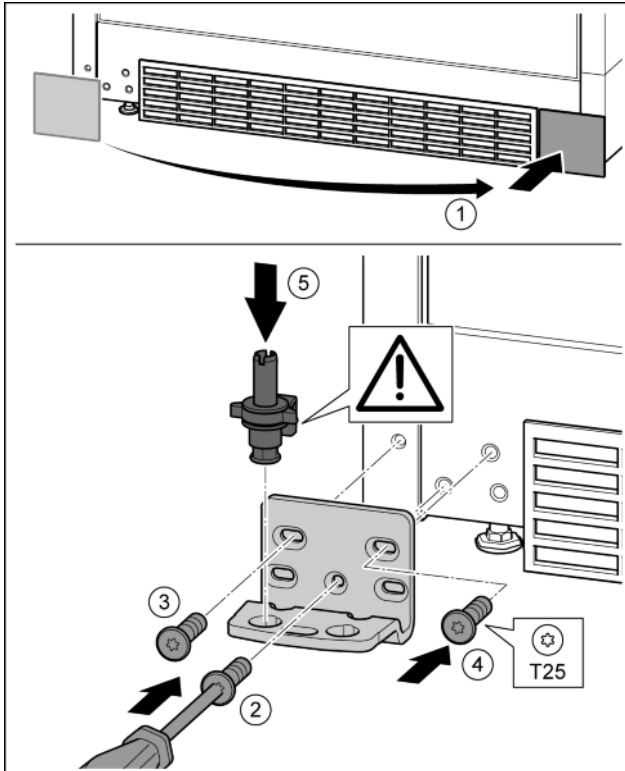

Fig. 15
- Enlever le cache et le mettre de l'autre côté. Fig. 15 (1)
- Poser le support de palier de l'autre côté et le visser à l'aide d'un tournevis T25. Commencer par la vis 2 en bas au milieu. Fig. 15 (2)
- Visser les vis 3 et 4. Fig. 15 (3, 4)
- Mettre en place l'axe de palier complet. Veiller à ce que l'ergot d'enclenchement soit orienté en arrière. Fig. 15 (5)